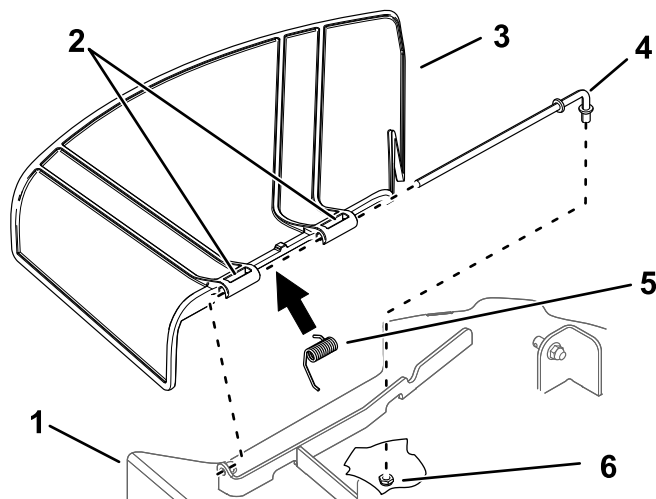

Figura 78
2. Glisați tijă în afara suportului punii, arcului și a deflectorului pentru iarba (Figura 78).
4. Montai deflectorul pentru iarba nou (Figura 78).
7. Glisați tijă prin cel de-al doilea pivot al deflectorului pentru iarba (Figura 78).
9. Fixai capătul din spate al tijei la mâina de tuns iarba cu o piuliță ($\frac{3}{8}$ ") aa cum se arată în Figura 78.
1. Îndepărtați piulița ($\frac{3}{8}$ ") de la tijă de sub mâina de tuns iarba (Figura 78).